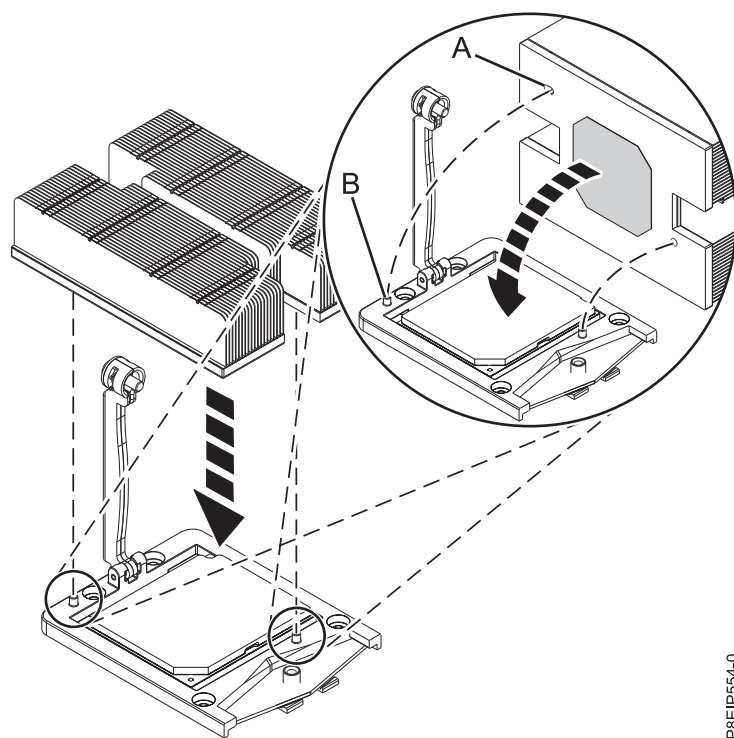

図 55. ヒート・シンクの取り付け
10. プロセッサ・ヒート・シンクをプロセッサに移動します。ヒート・シンク **(A)** の穴がソケットの 2 つのガイド・ピン **(B)** の位置に合っていることを確認しながら、ヒート・シンクを慎重に下げてシステム・プロセッサ・モジュールに乗せます (図 55 を参照)。